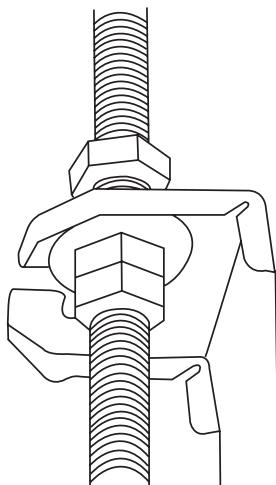

Abb. 3.5
5. Montieren Sie das Innengerät Sie benötigen zwei Personen, um es anzuheben und zu befestigen. Führen Sie die Aufhängebolzen in die Befestigungslöcher des Geräts ein. Ziehen Sie sie mit den mitgelieferten Unterlegscheiben und Mutterschrauben fest. (Siehe Abb. 3.5).